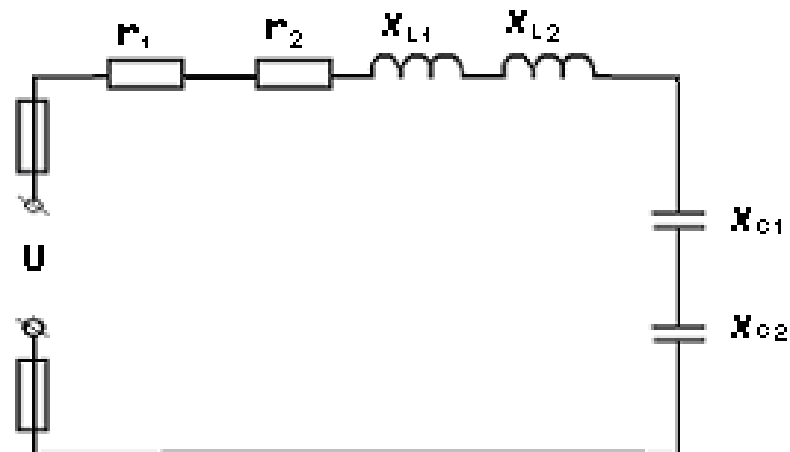

Рис.40
**Пример 1.** В неразветвленной цепи переменного тока (рис.40) дано :  $r_1 = 2$  Ом,  $r_2 = 3$  Ом,  $X_{L1} = 4$  Ом,  $X_{L2} = 5$  Ом,  $X_{C1} = 4$  Ом,  $X_{C2} = 2$  Ом, подведенное напряжение  $U=220$  В. Определить :  $Z$  ( полное сопротивление цепи ),  $\cos\varphi$  и  $\sin\varphi$ ,  $S$  ( полную мощность ),  $P$  ( активную мощность ) и  $Q$  ( реактивную мощность ),  $I$  ( ток цепи ).